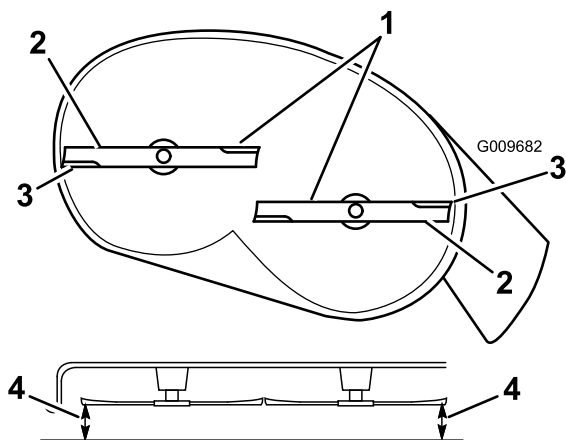

Figura 48
4. Girate con cautela le lame in modo che siano disposte tutte lateralmente (Figura 48).
- Misurate la distanza tra i taglienti esterni e la superficie piatta (Figura 48). Se entrambe le misure non rientrano nella tolleranza di 5 mm è necessario regolare; proseguite l'operazione.